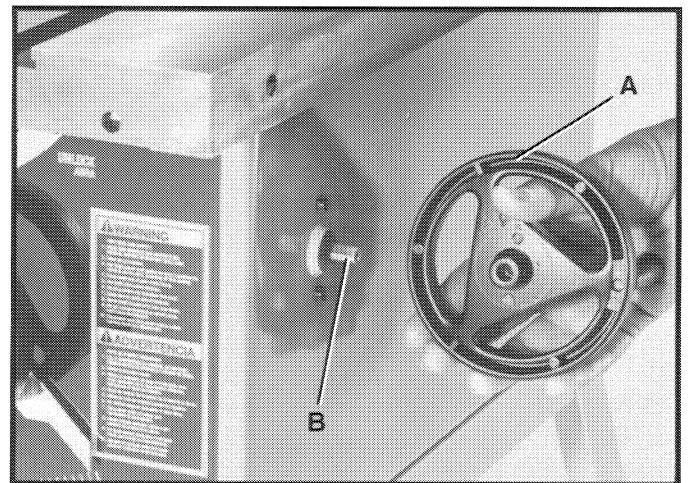

Fig. 10
1. Ensamble el volante de inclinación de hoja (A) Fig. 10 al eje (B), asegurándose de que la parte plana del eje esté engranada con la parte plana del volante.